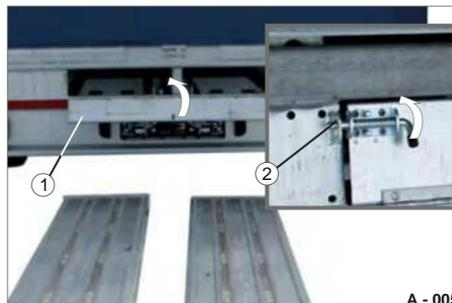

Fig. 9 Tavole di carico rimosse
- ÿ Chiudere lo sportello (Fig. 9/1) del pozzo della rampa.
- ÿ Ruotare entrambi i blocchi a molla (Fig. 9/2) in posizione orizzontale. Il fermo a molla scatta automaticamente in posizione (grazie alla forza della molla). Lo sportello del vano rampa è bloccato.